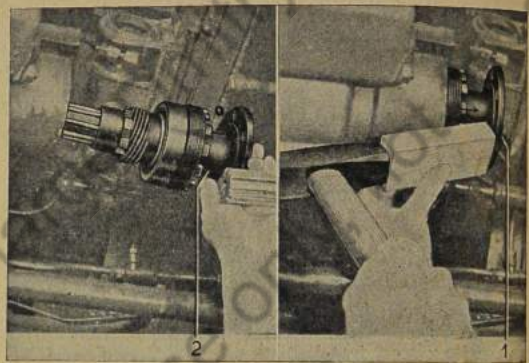

Bild 466: Flanschelle-Zusammenbau herausnehmen
9. Flanschelle mit Hochschulterkugellager und Geschwindigkeitsmesser - Antriebsrad mit Hammer und Schlagklotz aus dem Schaltgehäuse ausschlagen (Bild 466).